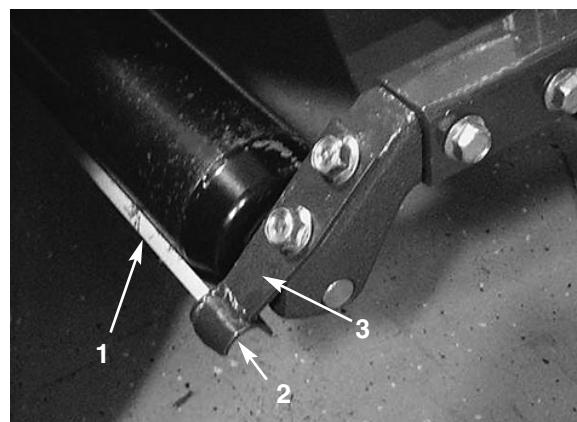

Figure 4
## Réglage du racloir du rouleau (Fig. 4)
- Desserrez le contre-écrou qui fixe une extrémité du racloir au support de montage (Fig. 4). Le jeu axial de la tige desserrée doit être de 0,13 à 0,51 mm environ.